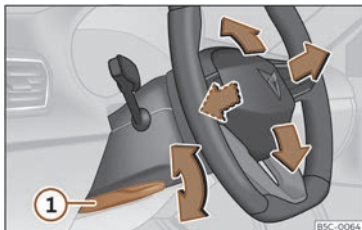

Fig. 66 Palanca en la parte inferior del lateral izquierdo de la columna de dirección.
- Tire de la palanca >>> **fig. 66 ①** hacia abajo, mueva el volante hasta la posición deseada y vuelva a subir la palanca hasta el punto de cierre.
- Tras ajustar la columna de la dirección, empuje firmemente la palanca >>> **fig. 66 ①** hacia arriba para que el volante no cambie de posición accidentalmente durante la marcha.